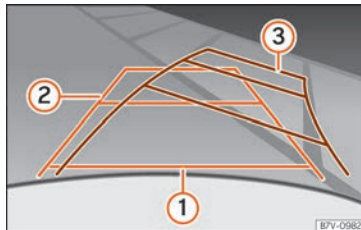

Abb. 276 Display: Orientierungslinien des Parkraums hinter dem Fahrzeug.
Bedeutung der auf den Bildschirm projizierten Orientierungslinien »» **Abb. 276**. Alle Längenangaben der Orientierungslinien beziehen sich auf ein Fahrzeug, das auf einer waagerechten Fläche steht.
- Langsam rückwärtsfahren und dabei so lenken, dass die gelben Orientierungslinien in die Parklücke führen »» **Abb. 276** ③.